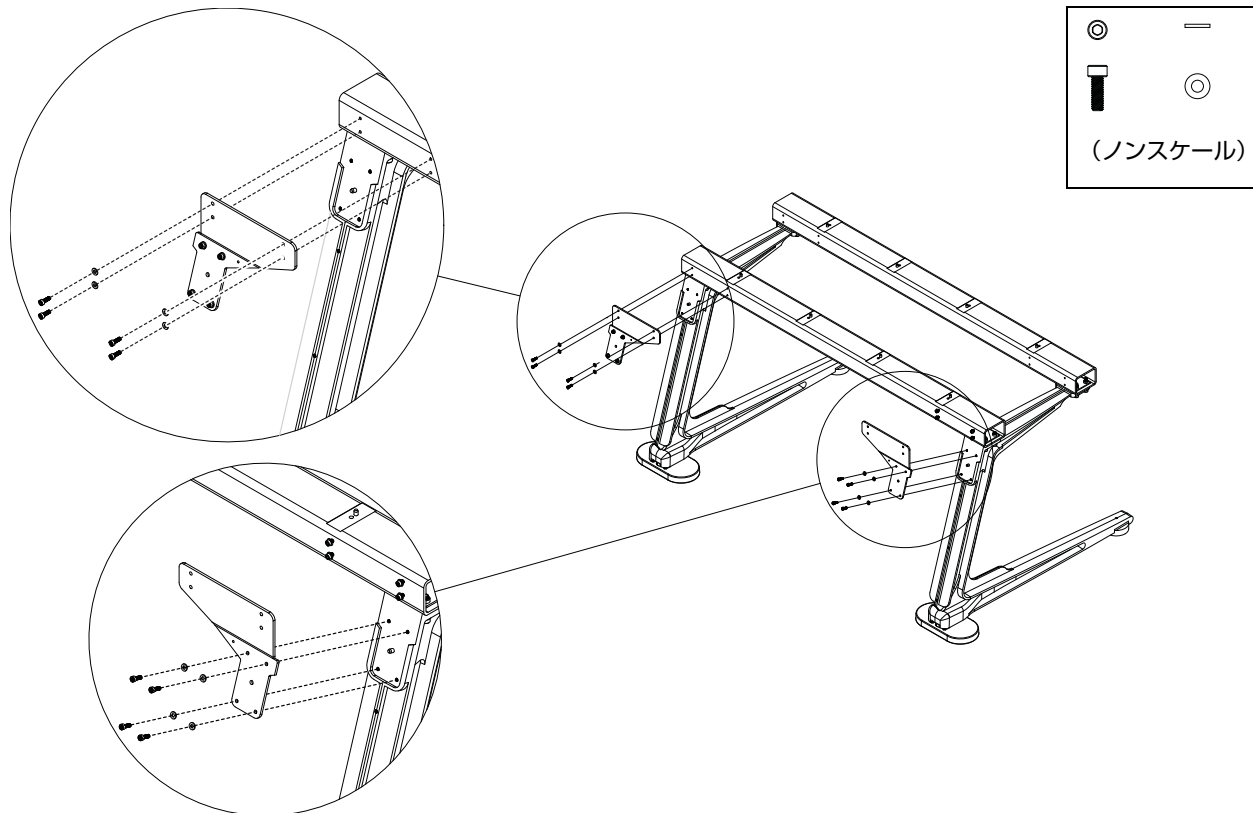

図5. 背面コーナー・ブラケットを取り付ける
- 1 各背面コーナー・ブラケットに留め具とワッシャー（同梱）を4つずつ使い、ブラケットを取り付けます（図5を参照）。ブラケット上のピンを、脚部の上面にある穴に合わせます。